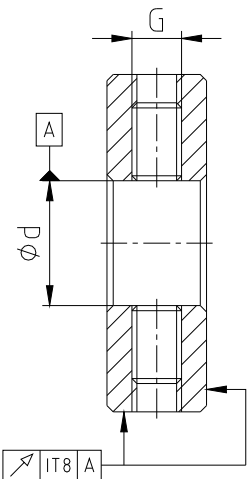

Bild 3: Rund- und Planlaufgenauigkeit
- Bei Herstellung der Nabenbohrung durch den Kunden ist die Rund- bzw. Planlaufgenauigkeit (siehe Bild 3) einzuhalten.